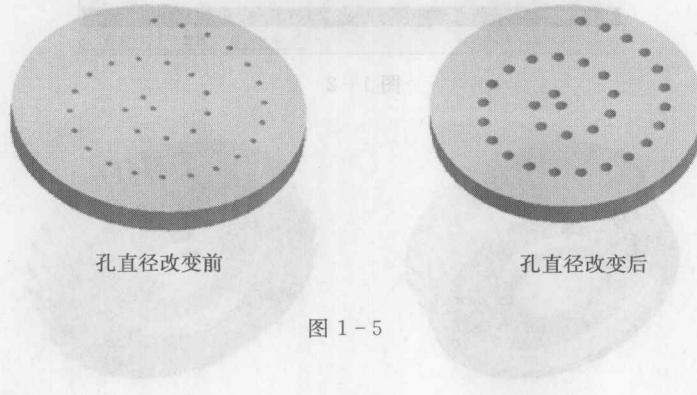

图 1-5
(3) 父子关系 父子关系是参数化建模的理论基础。修改了零件中的某父特征后,其所有的子特征会被自动修改以反映父特征的变化。如图 1-5 所示。